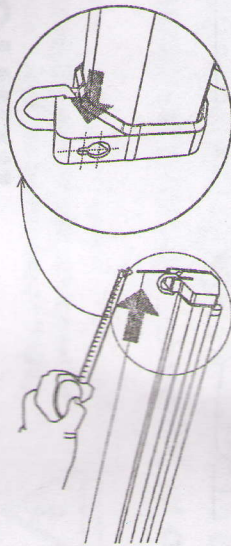
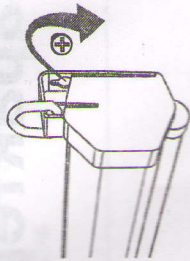

Рис. 1
Рис. 2
- подвешивание на стену: измерьте расстояние между петлями на корпусе, как показано на рис. 1. Прикрутите шурупы соответствующего диаметра к стене с учетом высоты экрана, подвесьте экран крепежными петлями на шурупы, как показано на рис. 2;